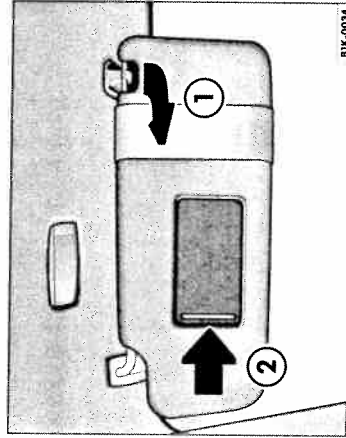

Fig. 48 Parasolarul pe partea conducătorului.
ralele cu ușa ⇒ fig. 48 ①. În plus, parasolarele se pot deplasa în lungime³¹⁾ către spate.